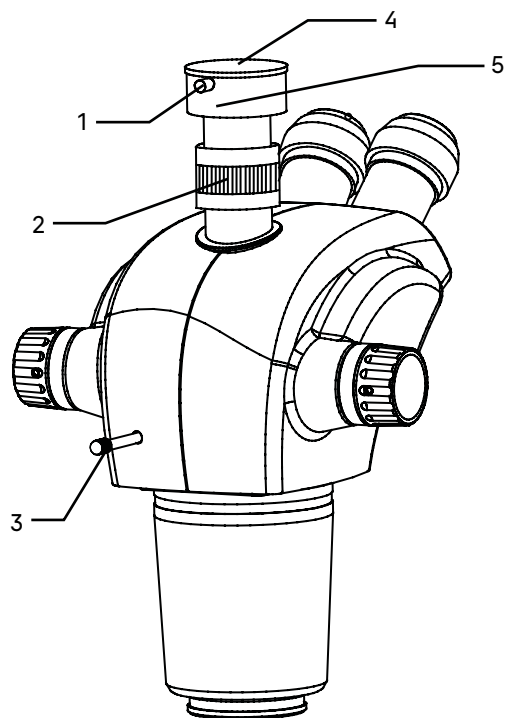

Рис. 5. Установка камеры
- Подвигайте образец и проверьте, переместилось ли изображение образца на мониторе или экране дисплея в том же направлении, что и перемещался образец. Если изображение сдвигается в другом направлении, необходимо отрегулировать положение камеры. Ослабьте крепящий винт 1 (рис. 5), разверните камеру, так, чтобы сделать отображаемое направление изображения в линию вдоль с направлением движения предметного столика, затем закрепите винт.